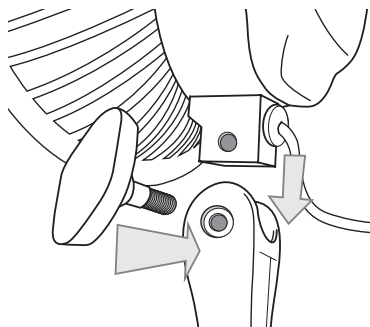

Abbildung 2
2. Platzieren Sie den Ventilatorkorb (2) mit Motorgehäuse (3) auf den Ständer (5). Schrauben Sie ihn mit der Schraube fest (siehe Abbildung 2).